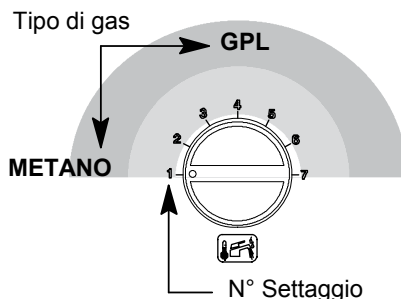

Figura 8.3 Settaggio tipo gas
sulla posizione prescelta vedi anche **Figura 8.3**
- 16** Se il display visualizza un settaggio diverso posizionare la manopola **a** in **Figura 8.2** sul settaggio **1** (**Figura 8.3**)